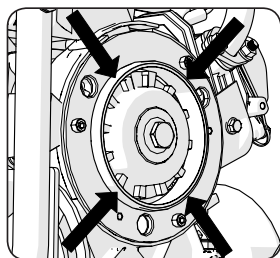

Fig 23
- L'anello anulare maschio si trova attorno all'albero di uscita del motore. (Fig. 23)